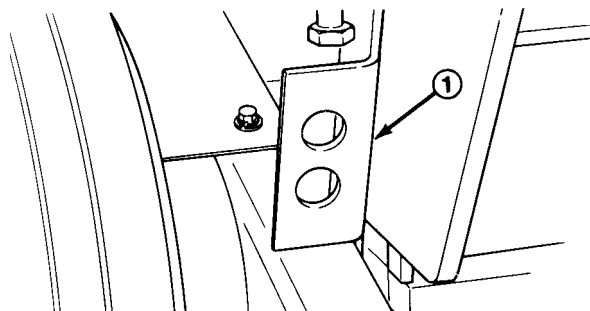

Figure 8
3. Arrêter le moteur et remonter les supports de verrouillage de part et d'autre du châssis (Fig. 8). Abaisser la tête d'aération jusqu'à ce qu'elle soit en appui sur les supports.